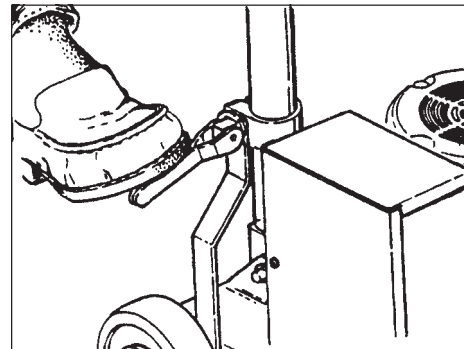

Figure 1
2. Relevez le manche de l'appareil et bloquez-le en position droite. Pour bloquer le manche, baissez le levier de verrouillage avec votre pied (voir la figure 1).